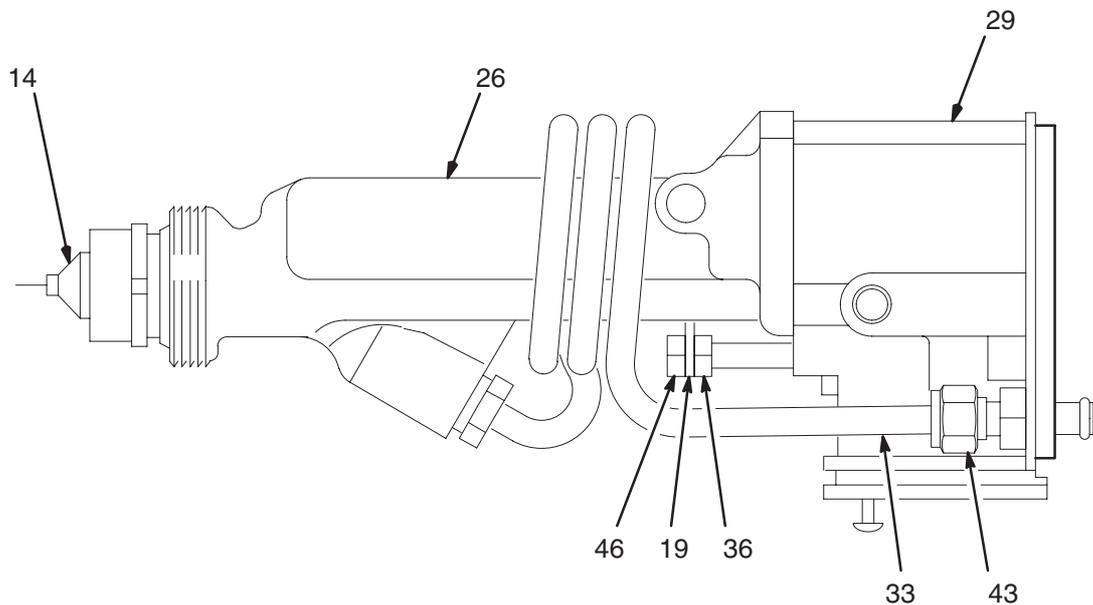

Abb. 21
1. Mutter (43) des Materialfittings vorsichtig lösen. Rohr (33) aus dem Fitting hinausdrücken. Siehe Abb. 21. Sicherstellen, daß beide Ringe und die Mutter im Rohr verbleiben.
2. Gegenmutter (46) und Stellglied (19) entfernen.